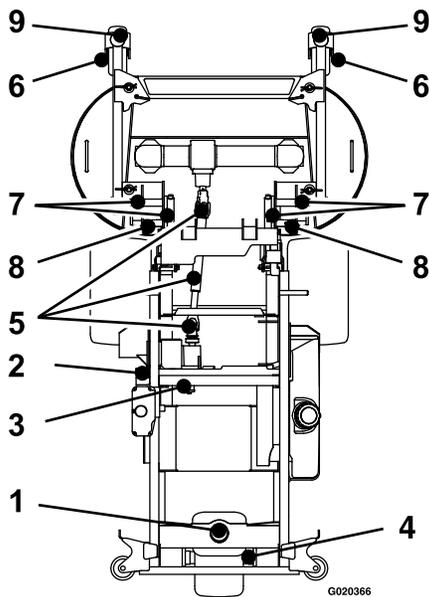

Figura 30
5. Lubrique el brazo tensor de la correa de la bomba (Figura 30).